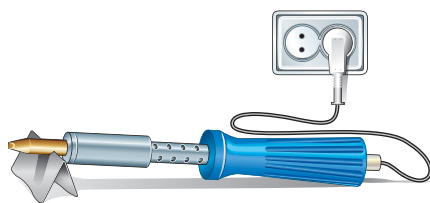

Рис. 5.59. Включение электрического паяльника в сеть
- ▶ подключить паяльник к электросети и положить его на подставку (рис. 5.59);